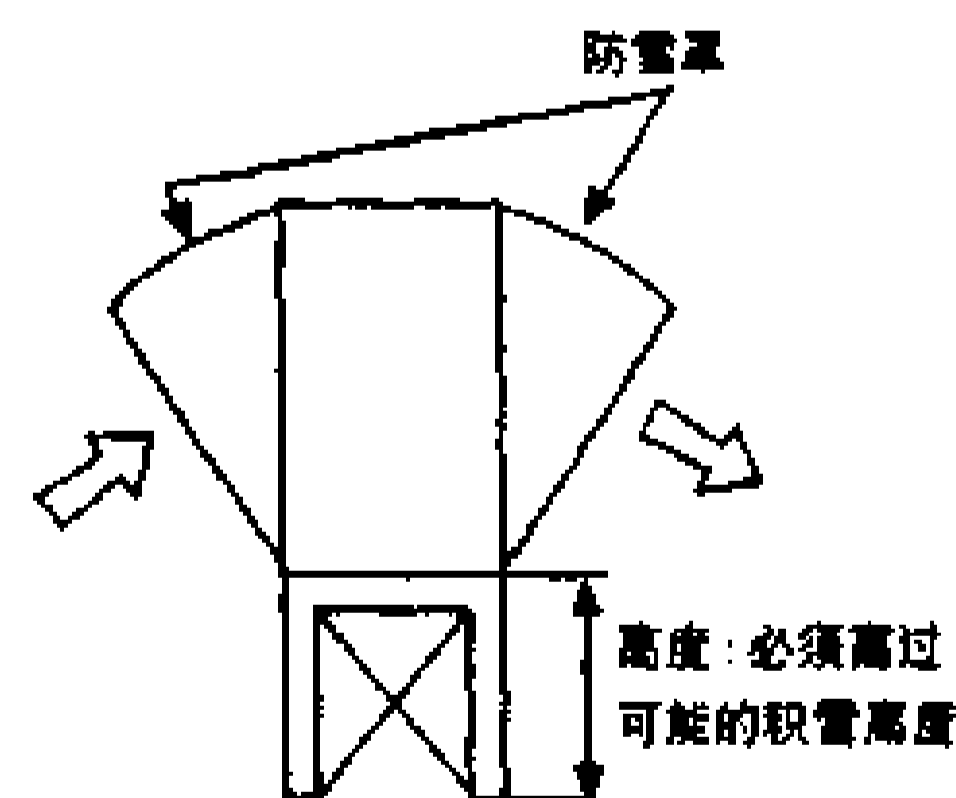

图 3-2-3
1) 图 3-2-3 所示供室外机用的防雪罩，可减小除霜运转的频率。在安装防雪罩时，防雪罩的出气口不应直接面向最大风的方向。